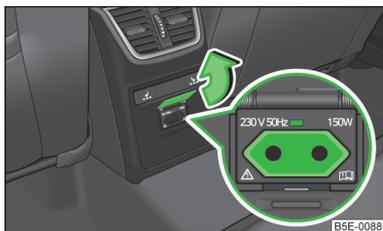

Fig. 73
- Ouvrez le cache de la prise dans le sens de la flèche » fig. 73.